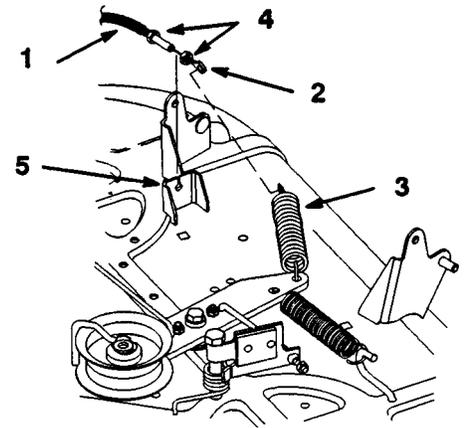

Bild 39
6. Den Messerbowdenzug (ZWA)-Ring aus der Mitläuferfeder aushaken (Bild 39).
7. Die Klemmutter vom Messerbowdenzug (ZWA)-Ring am Befestigungswinkelprofil entfernen. Den Zug vom Profil abschieben (Bild 39).